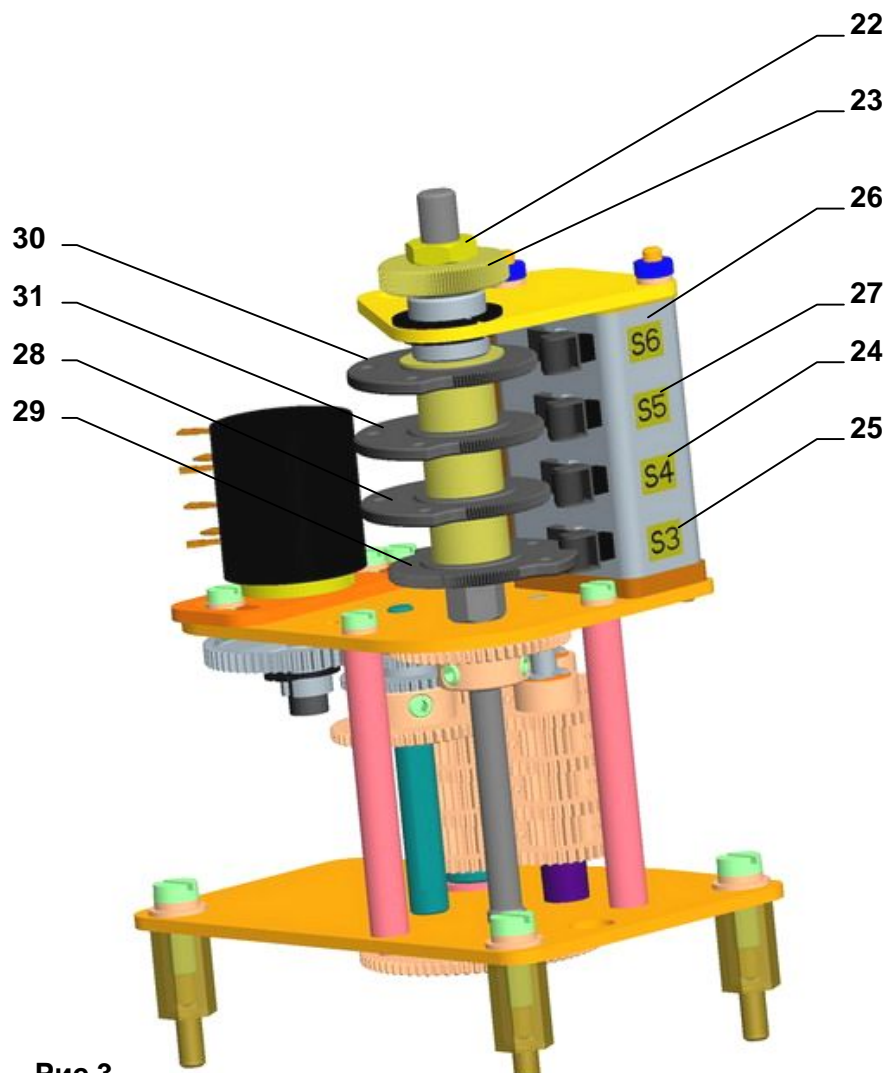

Рис.3
### 4.2 Настройка блока положения и сигнализации (рис.3)
ЭП на заводе-изготовителе настроен на постоянный ход (согласно спецификации), указанный на типовом щитке. Насколько заказчик неспецифировал величину конкретного рабочего хода, рабочие обороты установлены на 3-ий ступень избранного ряда хода. При установке, настроении и перестановке выключателей положения и сигнализации поступайте следующим образом (Рис. 3) :
- регулируемое колесо переставьте на требуемый ступень диапазона, по Таб. № 1b и Рис.3а, ослаблением винта регулируемого колеса и после отрегулирования винт подтяните. При установке регулируемого колеса следите за правильным зацеплением с колесом данного ступеня;
- ослабьте гайку(22) при одновременном прижимании центральной накатной гайки(23) и потом гайку (23) крепящую кулачки расслабьте настолько, чтоб тарелчатые пружины на кулачках еще создавали аксиальное пружинное усилие;
- ЭП перестановте в положение «открыто» и кулачком (29) поворачивайте в направлении часовой стрелки, вплоть до переключения выключателя S3 (25).
- ЭП перестановте о ход, при котором он будет сигнализировать положение «открыто» и кулачки (31) поворачивайте в направлении часовой стрелки, вплоть до переключения выключателя S5 (27);
- ЭП перестановте в положение «закрыто» и кулачком (28) поворачивайте против направления часовой стрелки (при виде сверху) , вплоть до переключения выключателя S4 (24) ;
- ЭП перестановте обратно о ход, в котором он сигнализирует положение «закрыто» и кулачком (30) поворачивайте против направления часовой стрелки, вплоть до переключения выключателя S6 (26) ;
- после настройки ЭП, рукой закрепите кулачки центральной акатной гайки(23) при одновременном прижимании, потом гайку подтяните контргайкой (22) ;
- поворочте диск показателя положения (31) для данного числа оборотов по отношению к отметке на смотровом отверстии верхнего кожуха;
Рис.3а